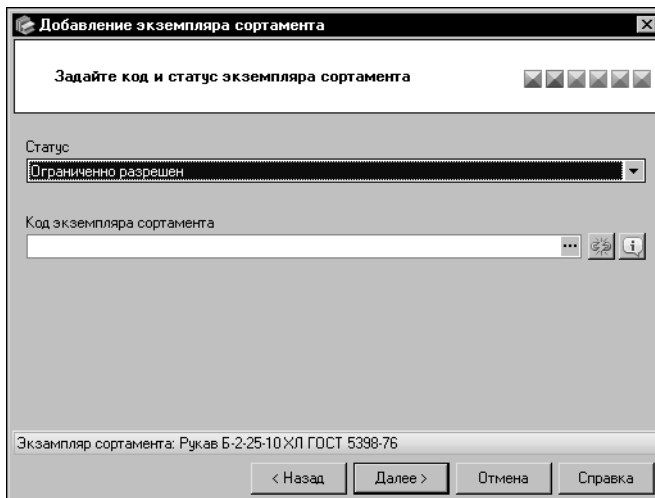

Рис. 6.60. Мастер добавления экземпляра сортамента: шаг 2
5. В окне второго шага мастера (рис. 6.60) из раскрывающегося списка **Статус** выберите вариант *Ограниченно разрешен*.